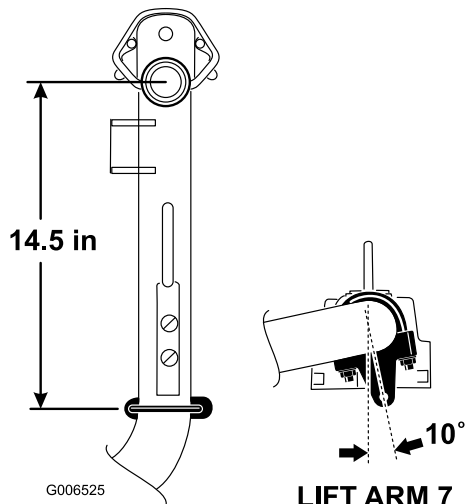

Figura 6
- Nos braços de elevação nº 6 e nº 7, posicione os suportes e as cavilhas em U 37 cm atrás do centro da articulação (Figura 6). Rode os suportes 10 graus para o lado exterior da máquina.